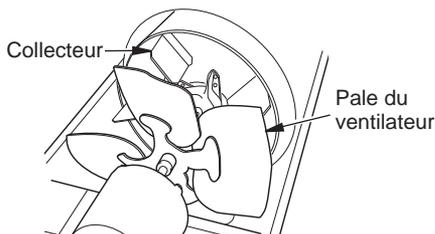

Figure 6 - Pales et collecteurs du ventilateur
2. Nettoyez les pales et les collecteurs du ventilateur avec un chiffon propre et doux humidifié avec du kérosène ou un diluant (voir figure 6).